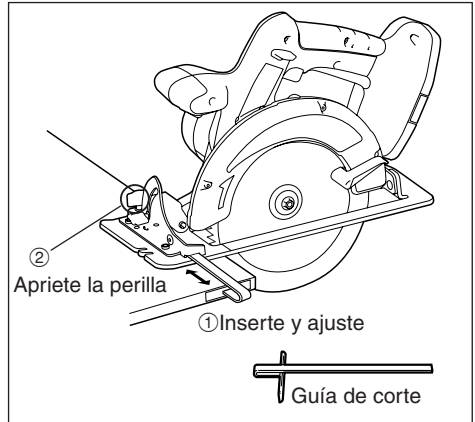

Fig. 8
- Inserte la guía de corte al hilo y ajuste el ancho de corte (Consulte la Fig. 8).